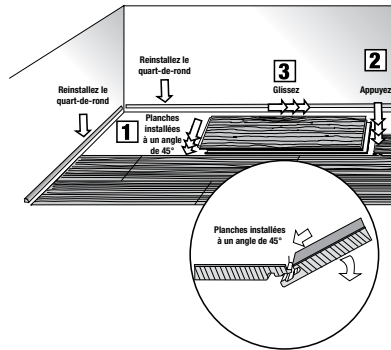

Fig. 7
3. Remplacez la planche endommagée par une nouvelle planche. Réassemblez le plancher (Fig. 7).